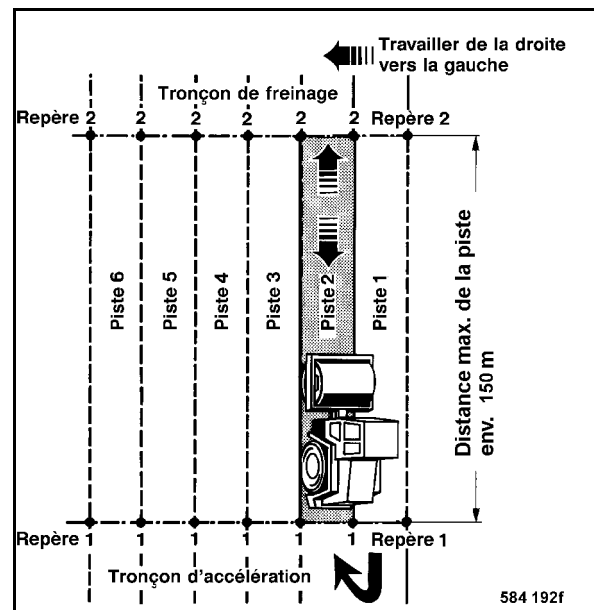

fig. 81
- Répéter la procédure de compactage complète d'enregistrement des données sur la piste suivante (fig. 81).